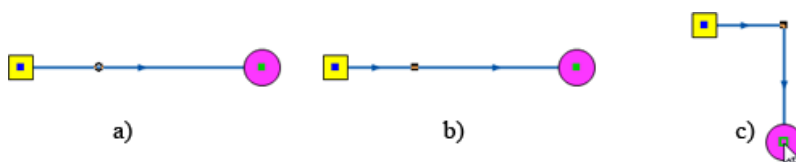

Рисунок 6.8. Добавление точки перелома
2. Отметить точку разбиения на участке. Подвести курсор к предполагаемой точке перелома и нажать левую клавишу мыши. Место перелома на отрезке отобразится кружком (смотрите Рисунок 6.8, «Добавление точки перелома»a\));
3. Нажать кнопку  на панели инструментов или щёлкнуть правой кнопкой мыши и выбрать Добавить точку перелома. На участке появится точка перелома (смотрите Рисунок 6.8, «Добавление точки перелома»b\)).
2. Подвести курсор к предполагаемой точке перелома и, удерживая клавишу Ctrl, нажать левую клавишу мыши (смотрите Рисунок 6.8, «Добавление точки перелома»b\)).
3. Была создана новая точка перелома на участке, после чего при необходимости участок сети можно изогнуть (Рисунок 6.8, «Добавление точки перелома»c\)).